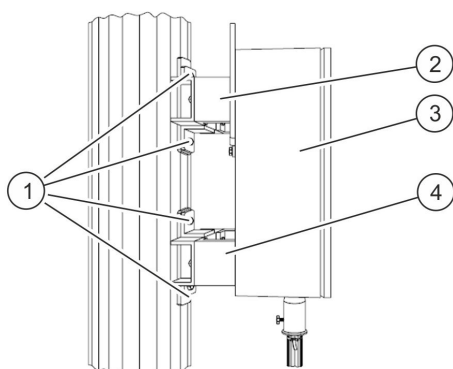

Abb. 13: Montage am Betonmast (Seitenansicht)
1. ➔ TracFeed® SFA (Abb. 13/3) an den Haltekonsolen (Abb. 13/2 und 4) montieren.
2. ➔ Haltekonsolen (Abb. 13/2 und 4) mit Befestigungsschrauben M20 an den einbetonierten Gewindehülsen (Abb. 13/1) festschrauben.